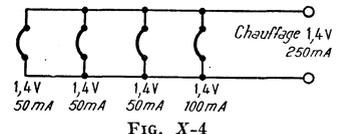

FIG. X-4
- a) tous les filaments en parallèle. Supposons que nous ayons 4 tubes chauffés à 1,4 V, les trois premiers avec une intensité de 50 mA, le quatrième avec une intensité de 100 mA (figure X-4); la tension de chauffage sera évidemment de 1,4 V et l'intensité demandée à la source sera de 250 mA.